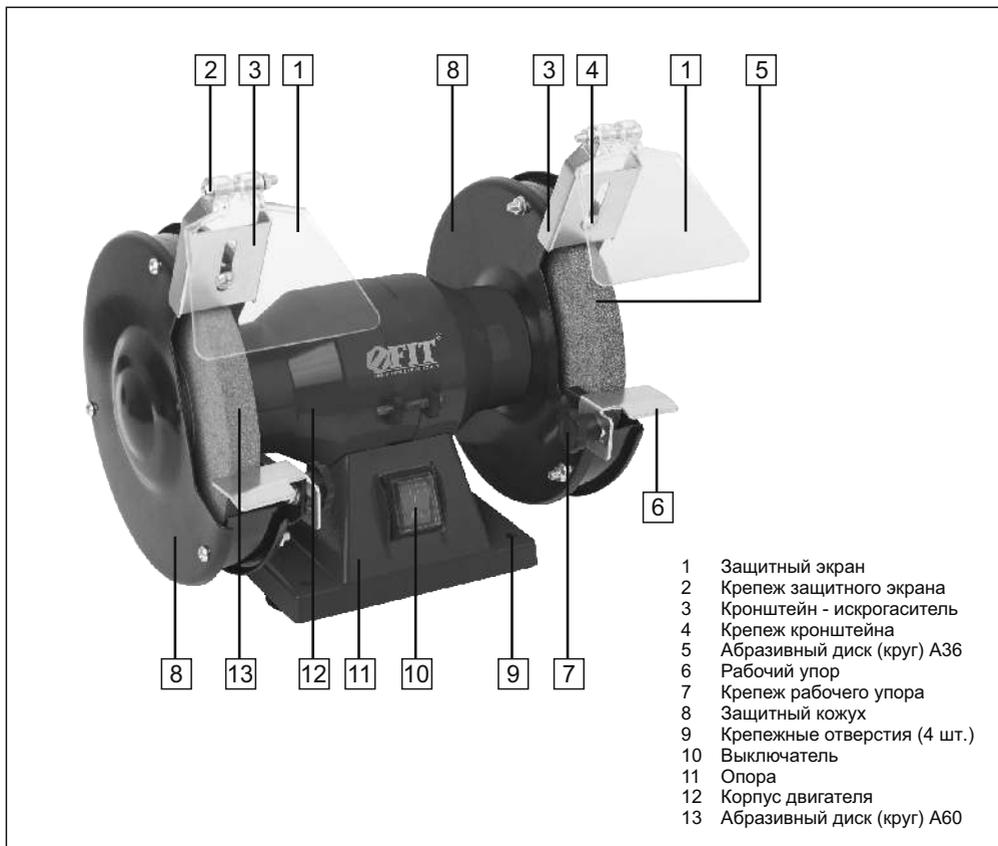

рис. 1
Станок с абразивными дисками** (см. рис. 1).
1 Высокооборотный однофазный асинхронный двигатель с неподвижным статором с сетевой обмоткой и короткозамкнутым ротором обеспечивает вращение двух абразивных дисков с частотой вращения без нагрузки 2950 об/мин. Ротор вращается в двух высоко ресурсных закрытых подшипниках. Двигатель имеет прочный корпус **12** из алюминия со сплава (рис. 1), обеспечивающий хороший теплоотвод обмотки статора.
2 Абразивные диски **5** и **13** (рис. 1) установлены на валу двигателя (шпинделе) при помощи фланцев и зафиксированы гайками. Диски изготовлены абразива и на основе полимера, который обеспечивает высокую механическую прочность и долговечность.
3 Пылезащитный выключатель **10** (рис. 1) установлен в опоре станка.
4 Опора станка **11** (рис. 1) оснащена виброгасящими ножками и отверстиями **9** (рис. 1) крепления изделия на горизонтальную основу (верстак).
- защитные кожухи **8** (2 шт.) (рис. 1);
- рабочие опоры **6** (2 шт.) (рис. 1)
- защитные экраны **1** (2 шт.), (рис. 1) с кронштейнами-искрогасителями **3**.